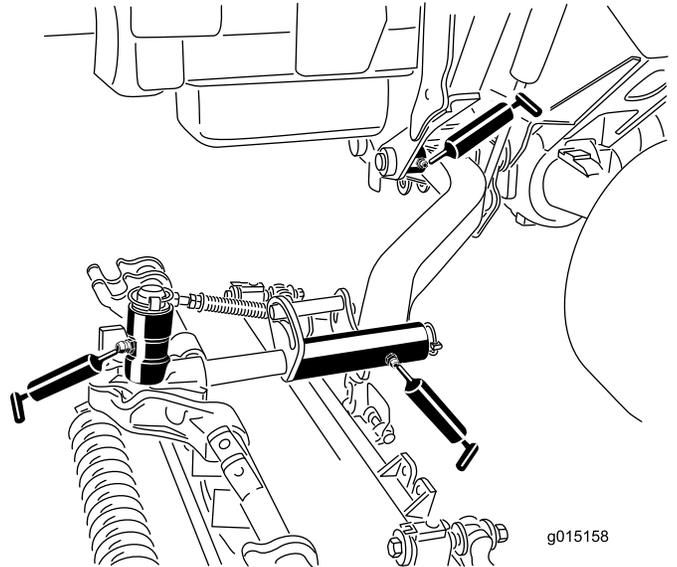

Figure 105
- Bagues de pivot de bras de levage (1 par unité de coupe); voir Figure 105.
- Bâti porteur d'unité de coupe (2 par unité de coupe); voir Figure 105.
- Pivot de bras de levage d'unité de coupe (1 par unité de coupe); voir Figure 105.